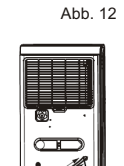

Abb. 13
- Drücken Sie den Anschluss des Pumpenablaufschlauchs herein und nehmen den Pumpenablaufschlauch daraus hinaus (siehe Abb.13). Achten Sie darauf, dass das Wasser aus dem Pumpenschlauch nicht auf den Fußboden tropft.